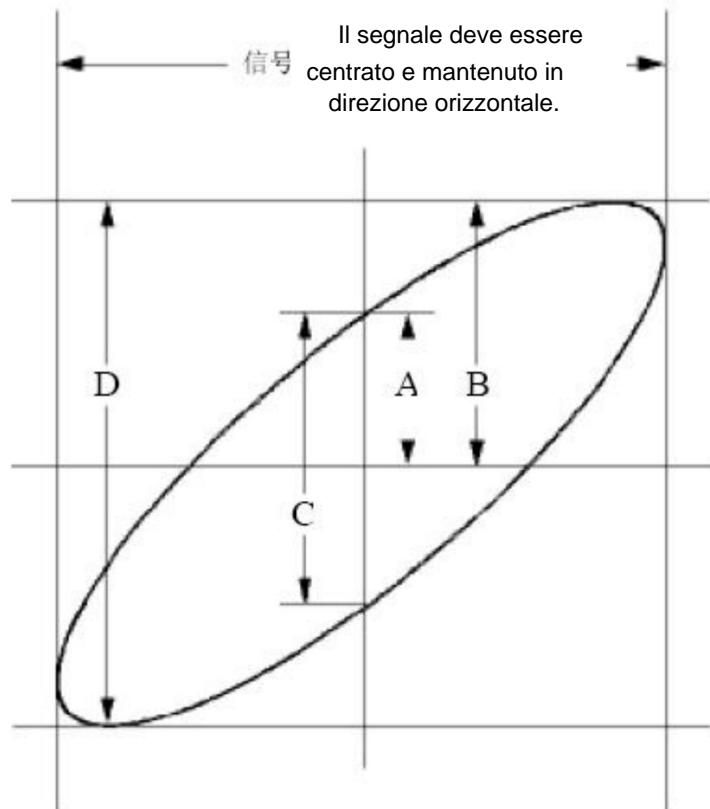

Figura 6-6 Grafico di Lissajous
- (1)Impostare il coefficiente di attenuazione del menu della sonda per **10X** e quello del accendere la sonda per **10X** (vedere "*Come impostare la sonda Coefficiente di attenuazione*" a P20).
- (2)Collegare la sonda del canale 1 all'ingresso della rete e quello del Canale 2 all'uscita della rete.
- (3)Premere il pulsante **Autoset** , con l'oscilloscopio acceso segnali dei due canali e visualizzarli sullo schermo.
- (4)Ruotare la manopola **della scala verticale** , rendendo le ampiezze di due segnali uguali allo stato grezzo.
- (5)Premere il pulsante **Acquisisci** per visualizzare il menu corretto.
- (6)Nel menu di destra, selezionare **Modalità XY** come **ON**. L'oscilloscopio visualizzare le caratteristiche di input e terminale della rete in la forma del grafico di Lissajous.
- (7)Ruotare le manopole **Scala verticale** e **Posizione verticale** , ottimizzando la forma d'onda.
- (8)Con il metodo dell'oscillogramma ellittico adottato, osservare e calcolare la differenza di fase (vedere *Figura 6-6*).